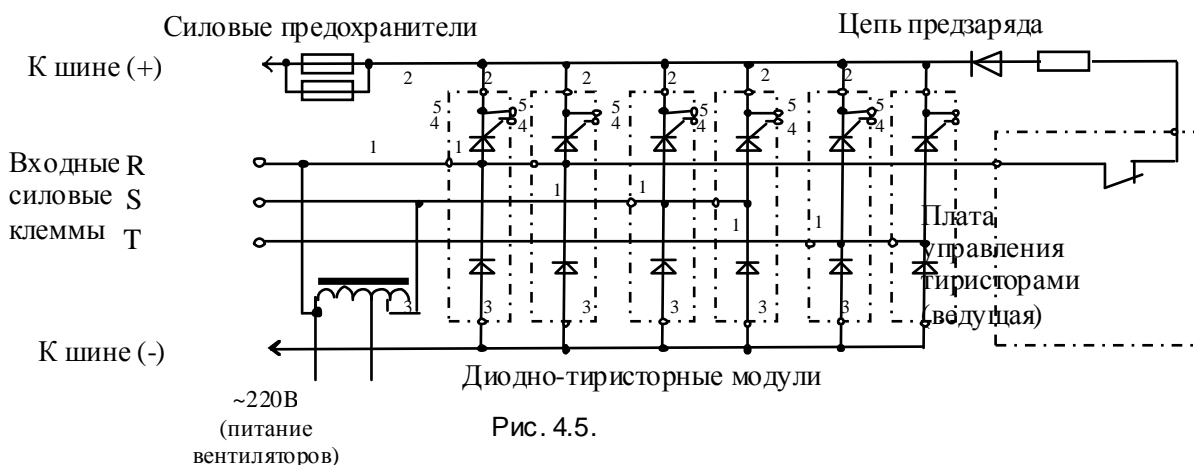

Рис. 4.5.
Электрическая принципиальная схема соединений входных диодно-тиристорных модулей приведена на рис. 4.5.
4.10.1. Электрическая принципиальная схема соединений элементов цепи предзаряда приведена выше на рис. 4.5.